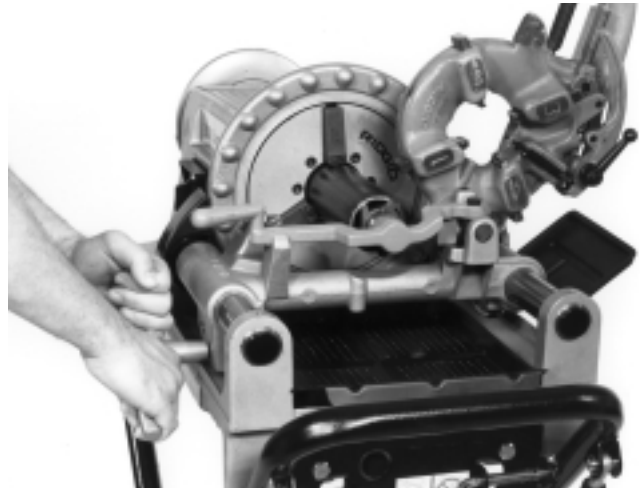

Figura 8 – Escariado de tubos con el escariador No. 344
3. Meta el escariador dentro del tubo y complete el escariado girando el volante (*Figura 8*).